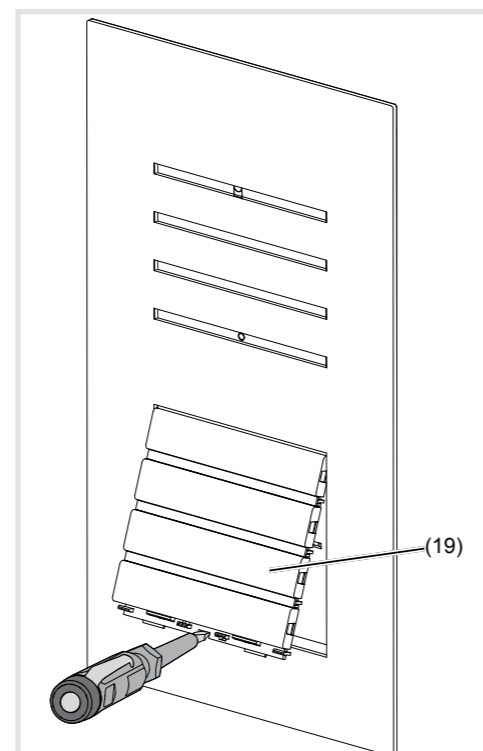

Bild 14: Demontage Ruftaster-Modul Aufsatz
- Ruftaster-Modul Oberteil in der unteren Hebelöffnung mit dem Schraubendreher nach oben drücken und nach vorne führen (Bild 14).